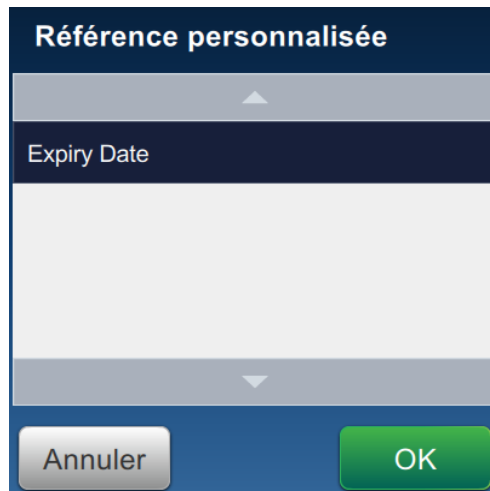

Figure 6-12 : Liste de référence personnalisée
8. Sélectionnez Date d'expiration dans la liste de référence personnalisée, comme indiqué dans la Figure 6-12.
14. Sélectionnez Date d'expiration dans la liste de référence de champ personnalisée, comme illustré dans la Figure 6-12.